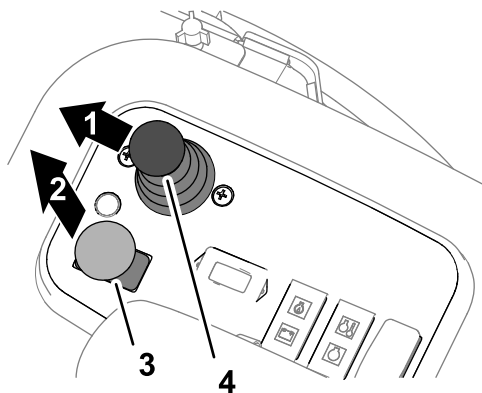

Figura 98
3. Spostate la leva di comando Abbassa-Tosa/Alza in avanti (Figura 98).